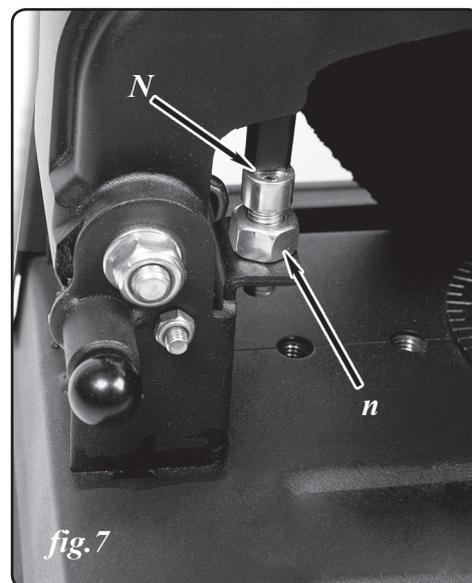

fig.7
1. Situez le boulon de profondeur (N, fig.7).
2. Situez l'écrou du boulon de profondeur (n, fig.7)